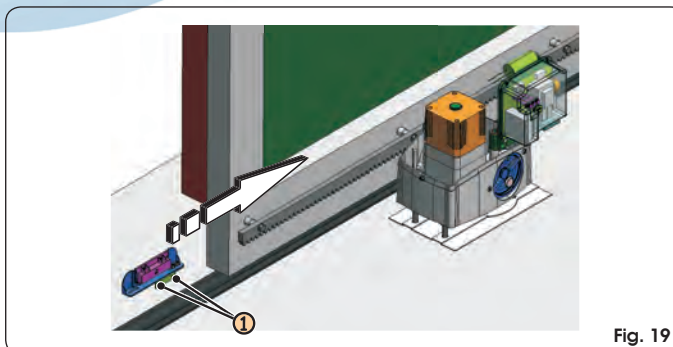

Fig. 19
- ② Predisporre l'operatore per il funzionamento manuale come da paragrafo 8 ed alimentare il sistema
- ③ Portare manualmente il cancello in posizione d'apertura lasciando 4 cm dall'arresto meccanico di finecorsa.
- ④ Far scorrere sulla cremagliera, nella direzione del motore, il magnete più vicino all'operatore, vedi figura 19. Appena il led relativo al finecorsa presente sulla scheda si spegne far avanzare il magnete di altri 10 mm e fissarlo con le apposite viti (Fig. 19 rif. ①).